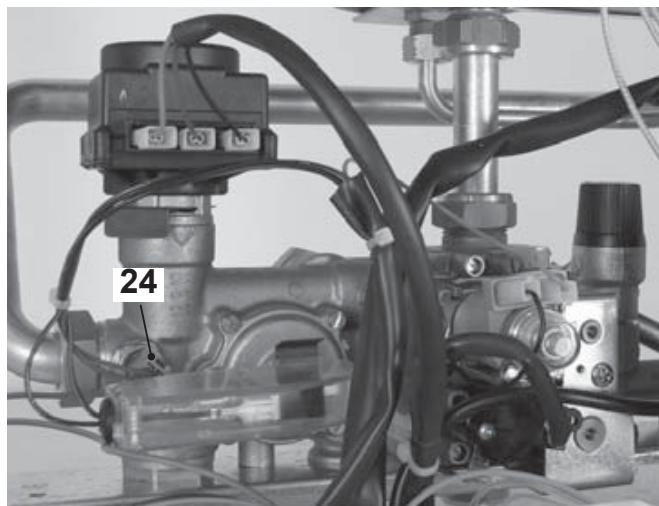

Рисунок 5.18
- Отсоедините кабельную проводку зонда NTC нагревания 24 (Рисунок 5.18)
- Заново присоедините кабельную проводку зонда NTC нагревания 24 (Рисунок 5.18)